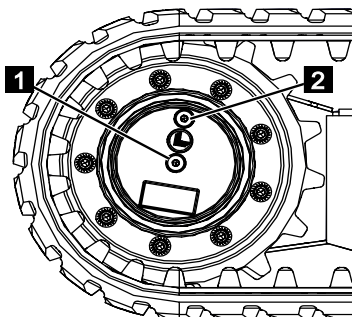

Fig. 253
8. Bien resserrer les raccords vissés (Fig.253/1 et 2) avec les joints ou les rondelles en cuivre.